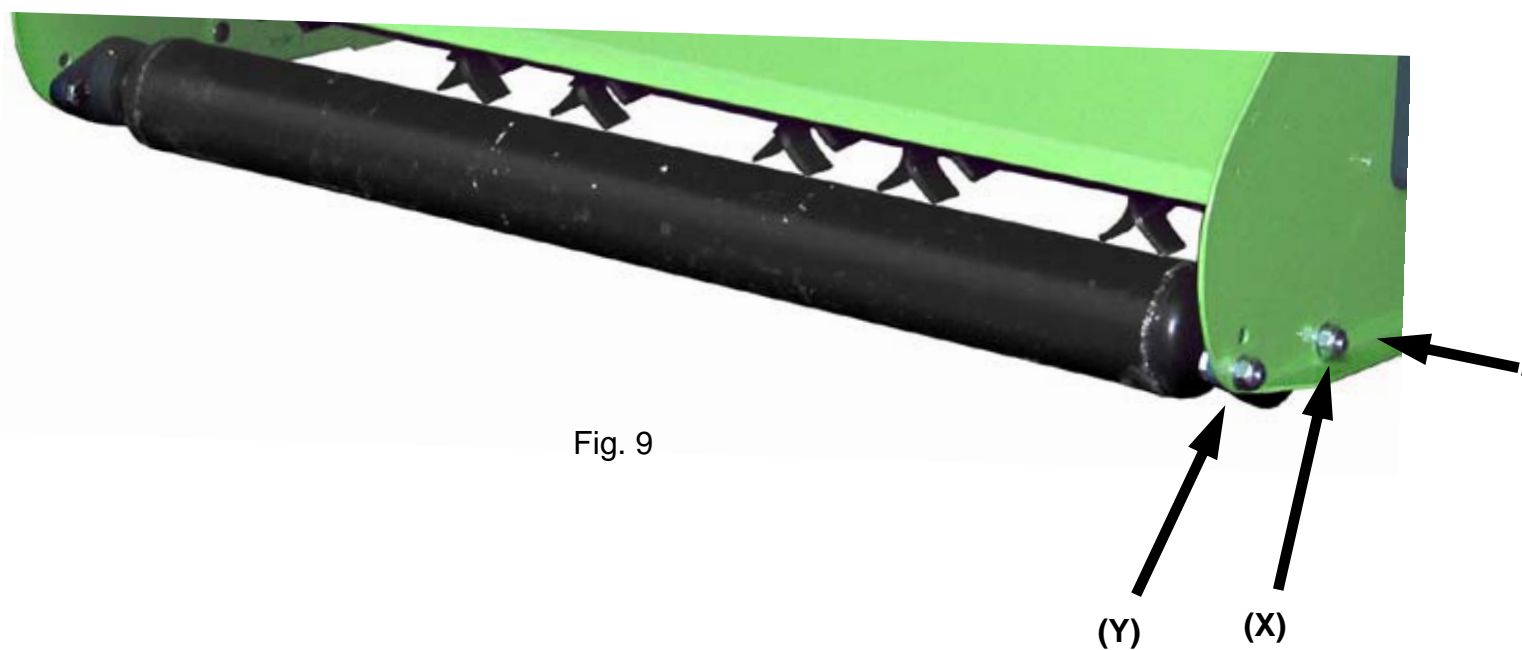

Fig. 9
Om de maaihogte te regelen past u de steunen van de achterrol aan door de bout (X) los te schroeven en door de bout (Y) een gat te verplaatsen. (Zie Fig. 9)
To adjust height of cut, act on roller nuts, loosen nut (X) and change of one hole the nut (Y) (See Fig. 9)
Le réglage de la hauteur de coupe se fait en agissant sur les roues avant, en augmentant ou en diminuant le nombre de bagues. Voir Fig. 9
Um die Schnitthöhe zu verändern, lockern Sie die Schraube X und setzen Sie die Schraube Y in das andere Loch um (siehe Fig. 9).